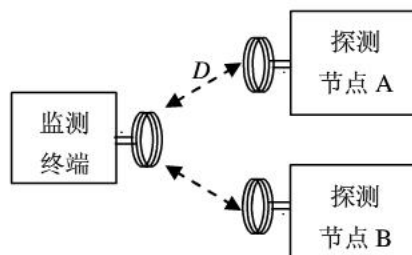

图 1 探测节点分布示意图
- (1) 制作 2 个探测节点。探测节点有编号预置功能，编码预置范围为 00000001B~11111111B。探测节点能够探测其环境温度和光照信息。温度测量范围为  $0^{\circ}\text{C}\sim 100^{\circ}\text{C}$ ，绝对误差小于  $2^{\circ}\text{C}$ ；光照信息仅要求测量光的有无。探测节点采用两节 1.5V 干电池串联，单电源供电。
- (2) 制作 1 个监测终端，用外接单电源供电。探测节点分布示意图如图 1 所示。监测终端可以分别与各探测节点直接通信，并能显示当前能够通信的探测节点编号及其探测到的环境温度和光照信息。